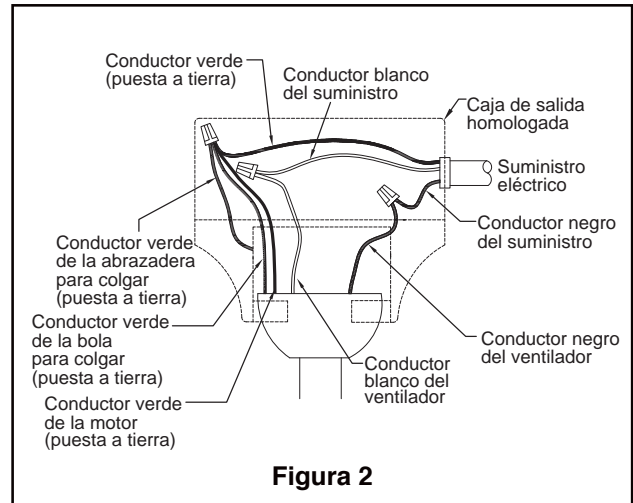

Figura 2
1. Conecte el conductor verde con conexión a tierra de la bola para colgar y el conductor verde con conexión a tierra de la abrazadera para colgar al conductor de suministro con conexión a tierra (posiblemente un conductor desnudo o un cable con aislante verde). Conecte los cables a los conectores provistos de forma segura. Conecte el conductor blanco del motor del ventilador al conductor blanco (neutro) mediante el conector provisto de forma segura. Conecte el conductor negro del motor del ventilador y el conector azul al conducto negro mediante el conector provisto de forma segura. (Figura 2)